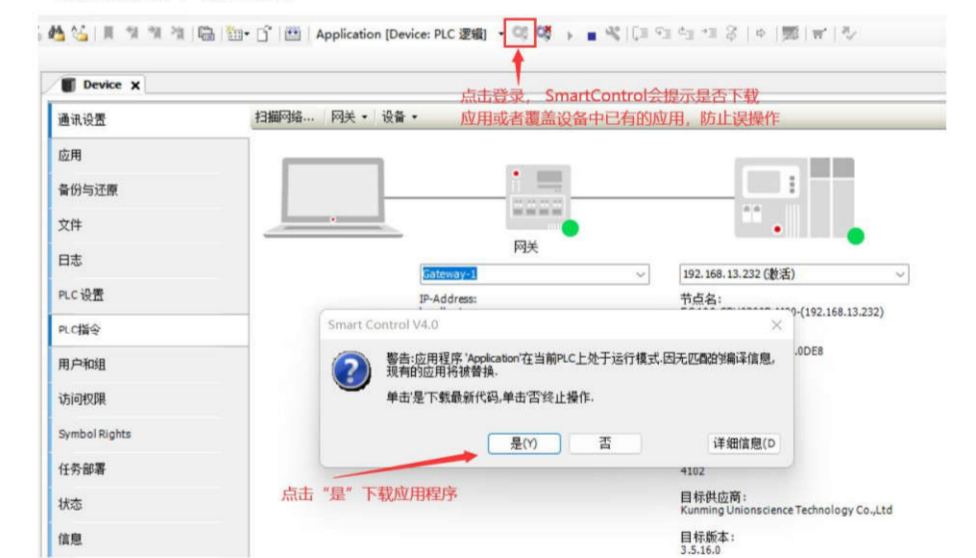

图 18 下载程序
- 登录连接 MC600 控制器 (具体步骤参考《EC400 系列可编程逻辑控制器软件手册》), 下载应用程序, 如图 18。